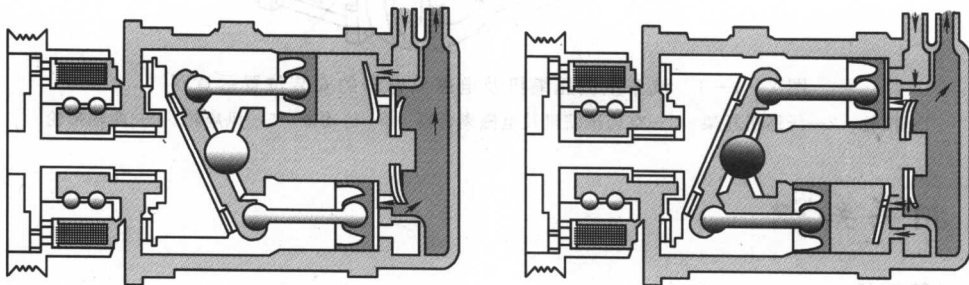

图 2—1—3 摇摆斜盘式压缩机工作过程
(1) 摇摆斜盘式压缩机 摇摆斜盘式压缩机是往复式单向活塞结构，又称单向斜盘式或摇板式，摇摆斜盘式压缩机是将 5 个（或 7 个）汽缸均匀分布在压缩机缸体内，如图 2—1—3 所示。当主轴旋转时，摇板作轴向往复摇摆，带动压缩机活塞作轴向往复运动，从而完成制冷剂蒸气的吸入、压缩和排出过程。